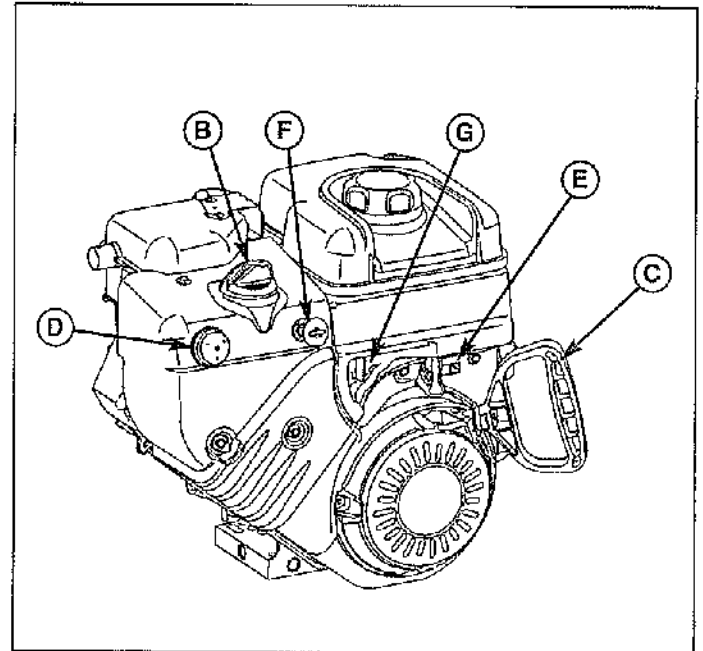

Figure 1. Commandes du moteur
1. Mettre le robinet d'essence (situé sous le réservoir d'essence) en position ouverte (ON).
2. Introduire la clé de contact (F, Figure 1) dans le contacteur à clé et la pousser à fond jusqu'à la position de marche (RUN).
3. Pousser la manette des gaz (E) à fond jusqu'à la position RAPIDE.
4. Si le moteur est froid, tourner le bouton du starter (B) à fond vers la droite (ne pas utiliser le starter sur un moteur chaud).
5. Si le moteur est froid, appuyer sur le bouton d'amorçage (D) à deux reprises (ne pas utiliser l'amorçage sur un moteur chaud).